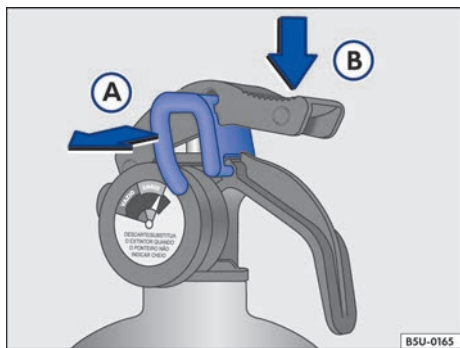

Fig. 150 Secuencia de uso del extintor de incendio.
- Tire de la traba ⇒ fig. 150 (A) para romper el lacre.
- Apriete el gatillo ⇒ fig. 150 (B) y esparsa el polvo.